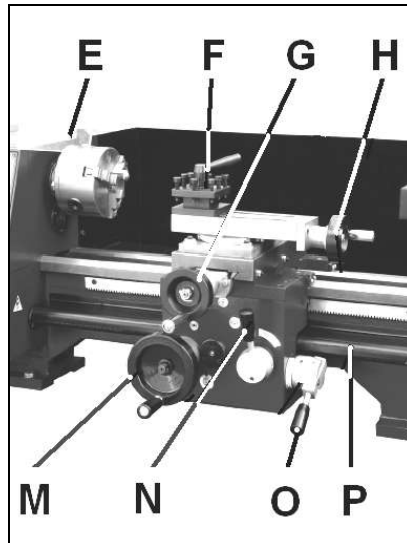

Fig 8
Pour les tournages longitudinaux ou transversaux, il est possible de faire bouger manuellement le chariot longitudinal (M, Fig 8), le chariot transversal (G) et le chariot supérieur (H) avec les volants
Pour enclencher l'avance longitudinale automatique, appuyer sur le levier de commande (O, Fig 8).
Fermer l'écrou vis-mère (N, Fig 8).